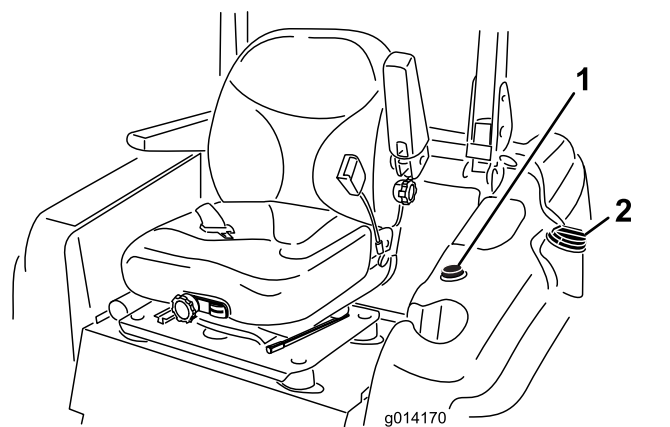

図 15
- 燃料タンクのキャップの周囲をきれいに拭いてからキャップを取る 図 15。